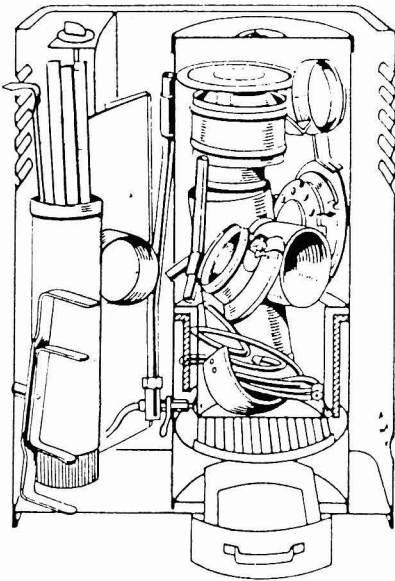

Bild 21 Zubehör zu Feldheizgerät 1
- Gehäusedeckel hochklappen, Heizzyylinderdeckel abnehmen, Zubehörteile (Bild 21 und 22) aus dem Ofengehäuse und aus dem Heizzyylinder entnehmen und am Gerät ablegen.